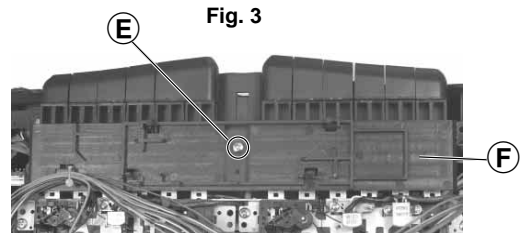

Fig. 4
- Schraube (E) (Fig. 4) herausdrehen und Plattenhalter (F) abnehmen.
- Undo the screw (E) (Fig. 4) and remove the panel holder (F).
- Schraube **E** herausdrehen und Plattenhalter **F** abnehmen (Fig. 4).
- Undo the screw **E** and remove the panel holder **F** (Fig. 4).